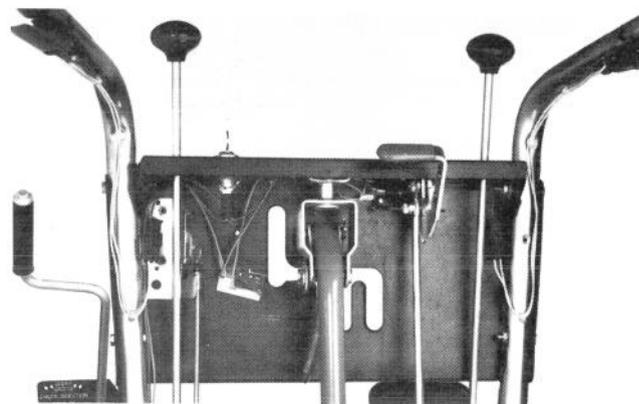

Figure 27
1. Lubrifiez les pivots des tringleries de commande avec quelques gouttes d'huile (Fig. 27). Essuyez l'excès d'huile et de graisse.